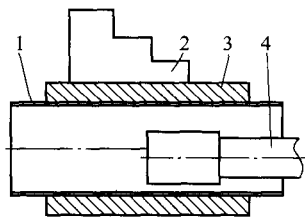

图6 精磨内孔
(4) 精磨内孔 在内磨圆床磨薄壁套内孔之前, 先车出一个壁厚较厚的固定定位工艺套, 工艺套内孔按粗磨外后的薄壁套留0.3~0.4mm的余量, 工艺套的长度是薄壁套的3/4, 先夹住工艺套的外圆, 把工艺套内孔磨成2:1 000的小锥度内孔(工艺套不可取下), 与薄壁套外圆配0.005~0.008mm过盈量, 因为工艺套内孔有锥度, 工件可以很容易压入工艺套中, 也很容易取出, 磨出的薄壁套内孔与修复后的阀杆尺寸留0.04~0.045mm的研磨余量, 这样磨出的薄壁套内孔, 能够克服内圆磨床三爪不正及装夹变形带来的影响, 使薄壁套达到内外很高的同心度, 如图6所示。